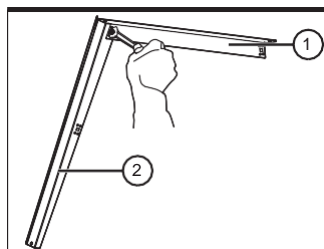

Fig. 2
- Coloque un soporte de pata superior largo (1) a la parte superior de una pata (2) usando un tornillo, una arandela plana, una arandela de resorte y una tuerca hexagonal (Fig. 2)